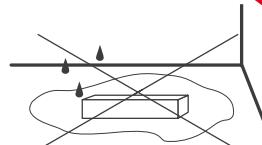

Рис. 2. Максимальная допустимая нагрузка, % от мощности источника
- ✓ температура окружающего воздуха от -40 до +70 °C, см. график зависимости максимально допустимой нагрузки на блок питания от температуры окружающей среды на рис. 2;
- 4.4. Не нагружайте источник питания более чем на 80% от его максимальной мощности. Учитывайте, что с повышением температуры окружающей среды максимальная мощность источника питания снижается, см. график зависимости максимальной допустимой нагрузки на источник питания от температуры окружающей среды на рис. 2.